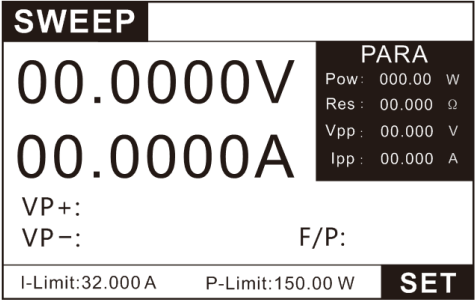

图 3.28 SWEEP 功能测试界面
- 1、按 **MODE** 键进入模式选择页面, 按上下键选择 SWEEP, 按 **ENTER** 键进入 SWEEP 测试界面图 3.28。
- 2、如图 3.28 在 SWEEP 界面下, 按 **SET** 键进入设置界面图 3.29。